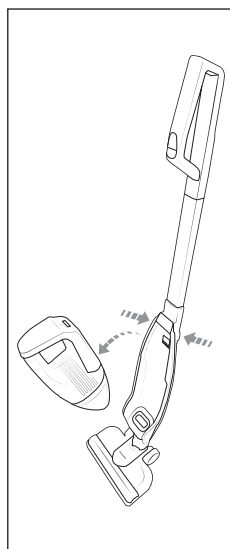

Fig. 4
- 3) Para desmontar la pieza manual **2** de la columna **11**, pulse al mismo tiempo los dos botones de desencastre **13** (fig. 4).
- 4) Sujete la pieza manual **2** por el mango **1** y tire de ella hacia arriba/delante para extraerla del alojamiento para la pieza manual **14** (fig. 4).